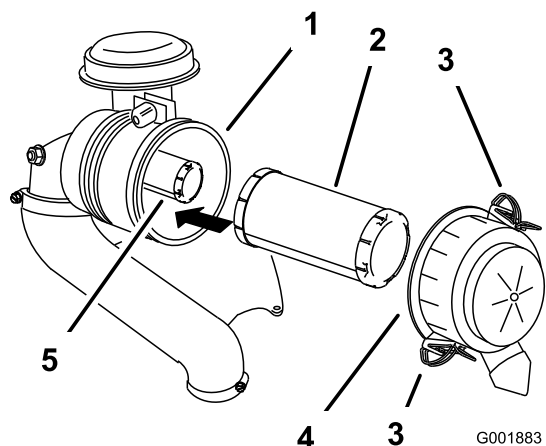

Figure 29
3. Ouvrez les dispositifs de verrouillage du filtre à air et détachez le couvercle du boîtier du filtre (Figure 29).
5. Sortez le préfiltre du boîtier du filtre avec précaution (Figure 29).
2. Si vous remplacez l'élément de sécurité, glissez-le avec précaution dans le boîtier du filtre à air (Figure 29).
3. Placez ensuite le préfiltre sur l'élément de sécurité avec le même soin (Figure 29).
4. Reposez le couvercle du filtre à air, le côté portant l'inscription **UP** en haut, puis verrouillez-le en place (Figure 29).